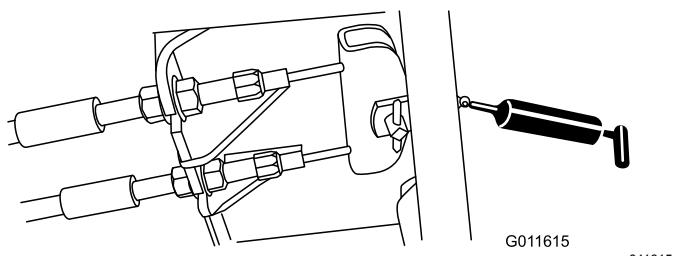

Figura 53
- Pedale del freno (1)—Figura 53